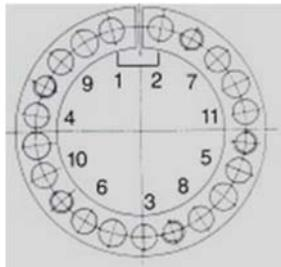

Figura 8.2: Sequência de aperto dos parafusos
- Utilizando um torquímetro, apertar os parafusos uniformemente e em cruz, conforme Figura 8.2, adotando várias etapas com escalonamento do torque de aperto.